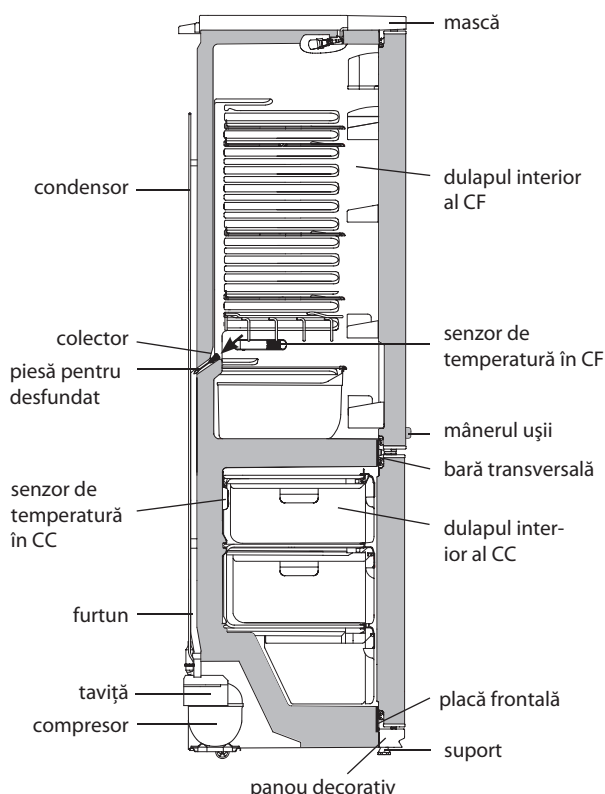
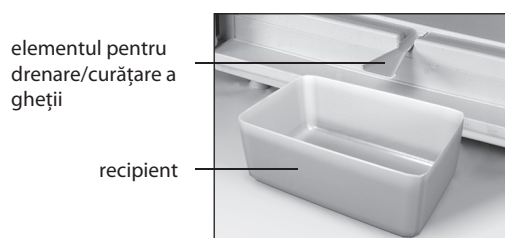

Figura 7 — Schema scurgerii apei rezultate în urma topirii din CF
Figura 8 – Colectarea apei rezultate în urma topirii din CF
5.1.1 În CF se folosește un sistem automat de dezghețare. Bruma care apare pe pereții din spate al CF, se topește în timpul ciclului de dezghețare la deconectarea compresorului și se transformă în picături de apă. Picăturile de apă rezultată în urma topirii se scurg în colector, apoi prin gaura acestuia și prin furtun - în tavița de pe compresor, în conformitate cu figura 7 și se evaporă.
Pentru eliminarea înfundării folosiți piesa corespunzătoare și curățați gaura colectorului, astfel ca apa să se scurgă liber în taviță, apoi spălați piesa și instalați-o în conformitate cu figura 7.
SE INTERZICE să utilizați frigiderul cu sistemul de scurgere înfundat. Apa care a apărut pe fundul CF sau care a ajuns în locul de alăturare a barei transversale și a dulapului interior al CF, în conformitate cu figura 7, poate provoca coroziunea dulapului exterior al frigiderului și elementelor agregatului frigorific, defectarea izolației termice, formarea crăpăturilor dulapului interior și defecțiunea frigiderului.
ATENȚIE! Nu puneți produsele în CF prea aproape de senzorul de temperatură, care este situat pe peretele drept al CF, în conformitate cu Figura 7.
ATENȚIE! Nu puneți produsele în CC prea aproape de senzorul de temperatură, care este situat pe peretele din spate al CC, în conformitate cu Figura 7.
- instalați în conformitate cu figura 8 elementul de masă plastică pentru drenare și orice vas recipient cu volumul de nu mai puțin de 2 litri pentru a colecta apa rezultată în urma topirii;
SE INTERZICE să decongeleți congelatorul fără utilizarea elementului pentru drenare instalat în conformitate cu figura 8. Apa rezultată în urma topirii care se scurge din cameră afară de elementul pentru drenare, pătrunzând în locul de alăturare a plăcii frontale la dulapul interior în conformitate cu figura 7, poate provoca coroziunea dulapului exterior al congelatorului și a elementelor agregatului frigorific, defectarea izolației termice, formarea crăpăturilor dulapului interior și defectarea dulapului congelatorului.